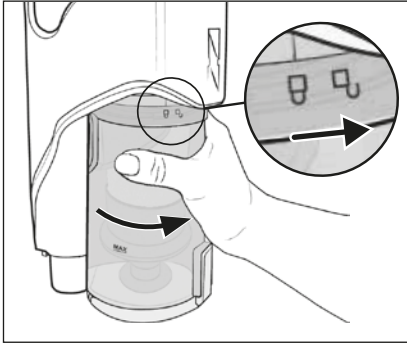

Fig. 23
- 8) Vuelva a colocar el depósito de polvo ⑦ en el aparato y gírelo hacia el símbolo  (cerrar) hasta que quede firmemente montado en el aparato (consulte la fig. 23).